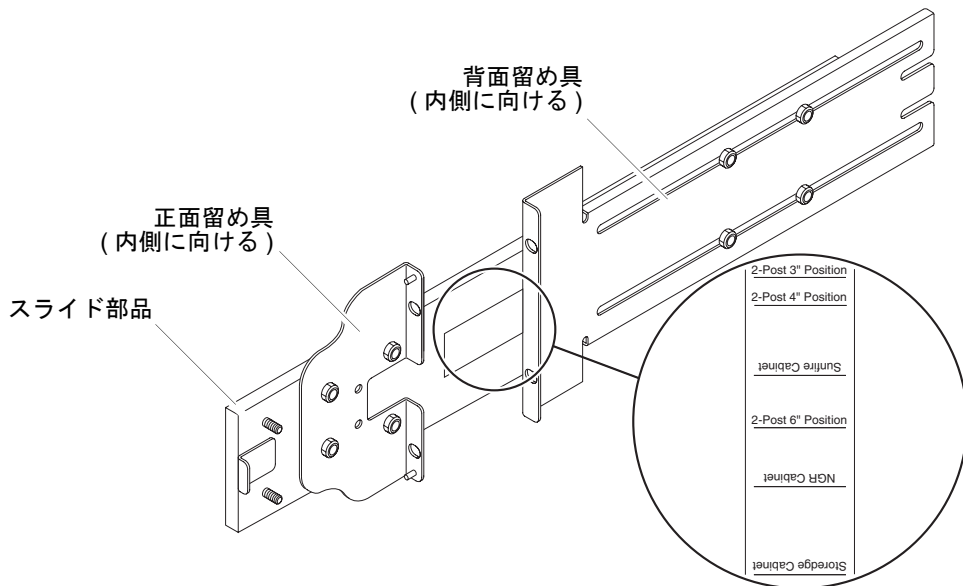

図 1-3 2 ポスト用に変更したレール部品
2 ポストに取り付ける場合は、レール部品を分解して、組み立て直すことができます (図 1-3)。レール部品は、ポストの奥行が 7.5 ~ 15.0 cm (3 ~ 6 インチ) の 19 インチの 2 ポストトラックに合うように調節できます。
3. 正面留め具を 180 度回転させ、内側に向けてふたたび固定します (図 1-3)。
5. 背面留め具を 180 度回転させ、内側に向けます (図 1-3)。